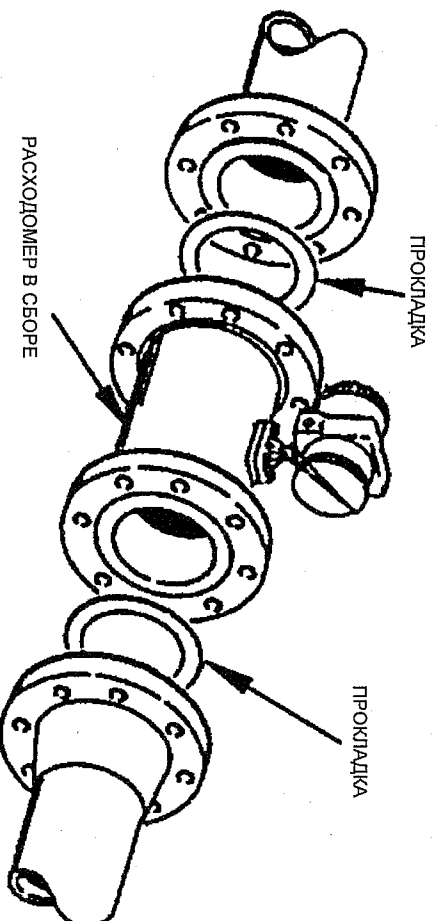

Рис. 6. Монтаж расходомера 83F
2. Вставьте прокладки между корпусом расходомера и смежными фланцами. См. рис. 6. Расположите прокладки таким образом, чтобы центры внутренних диаметров каждой прокладки, расходомера и смежных трубопроводов совместились.